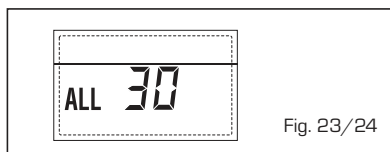

Fig. 23/24
- **ANOMALÍA SONDA IMPULSIÓN CASCADA "ALL 31" (fig. 23/25)**